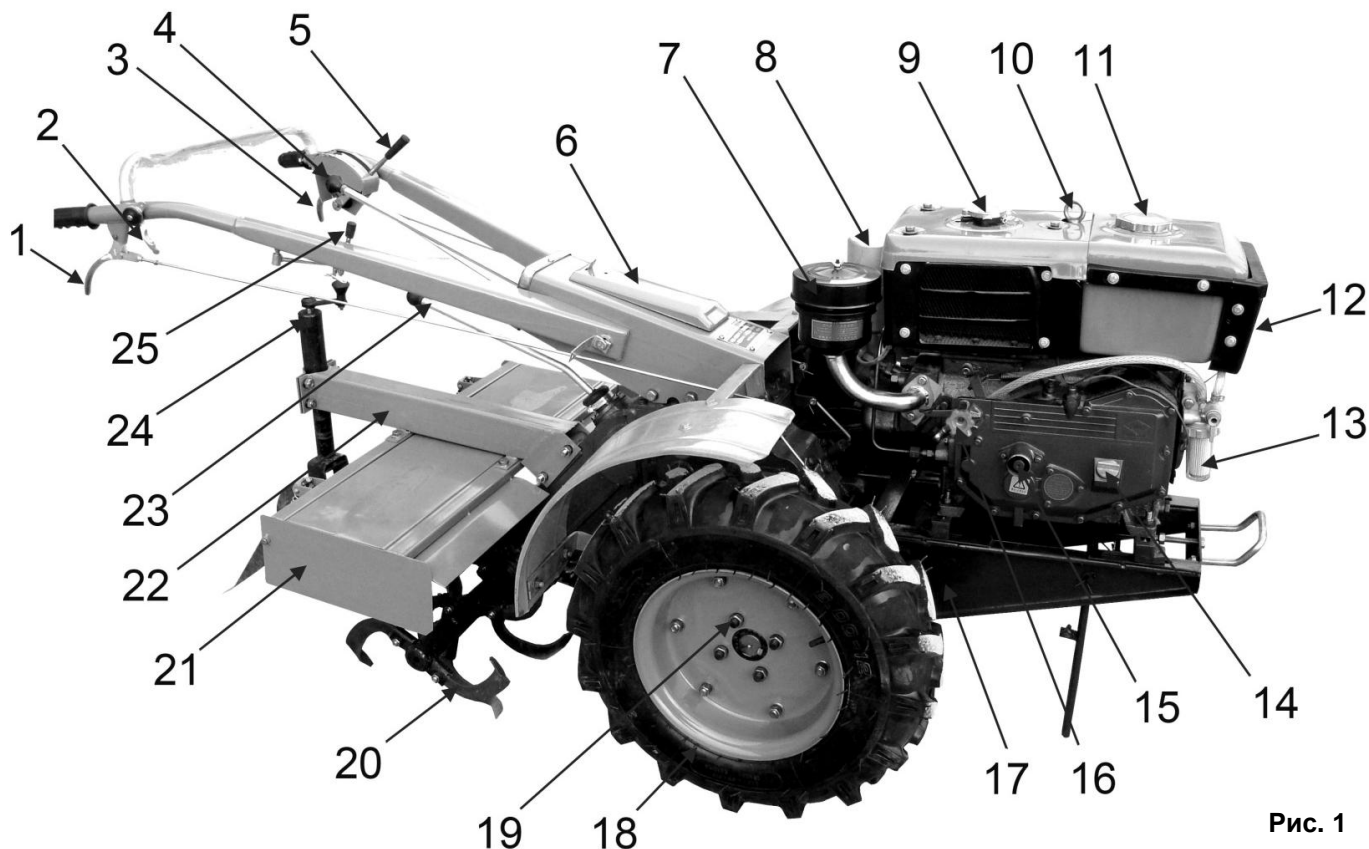
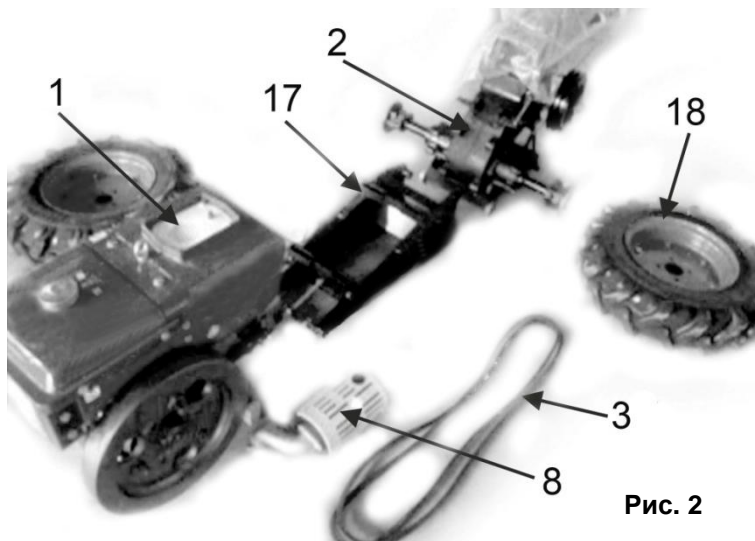

Рис. 1
Рис. 2
- Когда рукоятка сцепления (5) (См. Рис.1) находится в положении «отключения», тяговый шток управления муфтой сцепления обеспечивает движение соединительной вилки в обратном направлении, оттягивая храповую муфту и позволяя выжимному подшипнику сместиться по оси. Выжимной подшипник надавливает на три расцепляющих рычага, которые поднимают вверх три регулировочных штока, что приводит к перемещению нажимного диска вправо и вызывает проскальзывание на участке между нажимным диском и узлом ведущего диска, благодаря чему происходит прекращение передачи усилия и обеспечивается выключение сцепления.
- Когда рукоятка тормоза/сцепления (5)(См. Рис.1) находится в положении «торможение», тяговый стержень заставляет проворачиваться тормозную тягу, а плоская головка на конце оси тормозной тяги разжимает кольцевую муфту тормоза, вызывая трение кольца о внутреннюю поверхность вращающегося колеса, благодаря чему и достигается эффект торможения.
- Культиватор оснащён блокировочным механизмом с поворотным хомутом. Во время поворота одной из рукояток рулевого управления (1,3)(См. Рис.1), при помощи тягового штока, в действие приводится вилка рулевого управления, и соответствующий рычаг, что обеспечивает смещение шестерни механизма рулевого управления и вывод из зацепления зубчатого колеса с внутренними зубьями. В результате чего усилие с одной стороны приводного колеса ослабевает и обеспечивается возможность управления культиватором.
- Культиватор состоит из нескольких основных узлов: двигателя (1)(См. Рис.2), рамы (17), Коробки передач и рулевой колонки (2), колес (18).
- Рама (17)(См. Рис.1,2) крепится к картеру коробки передач (2)(См. Рис.2) с помощью двух стальных шпилек, и фиксируется гайками с каждой стороны.
- Дизельный двигатель устанавливается на регулируемые ползья опорной рамы (17)(См. Рис.1,2). Ползья имеют возможность регулировки по горизонтальному смещению. Благодаря смещению, происходит позиционирование установки двигателя, и регулировка натяжения приводного ремня.
- Установите дизельный двигатель опорными ножками на ползья рамы (17)(См. Рис.1,2).
- Когда отжимная рукоятка рычага сцепления (5;1) (См. Рис.1;7) находится в сцепленном положении, тормоз полностью отпущен; когда он находится в положении тормоза, культиватор поставлен на тормоз.